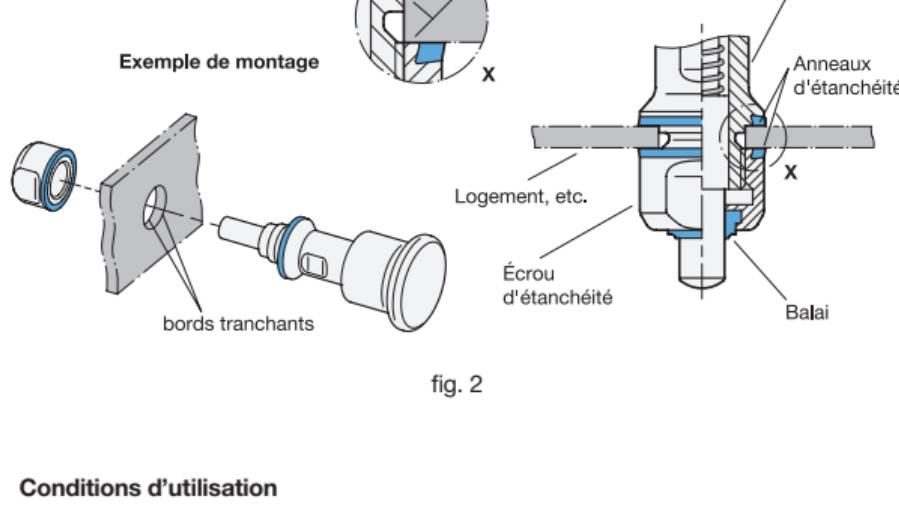

fig. 2
- L'alésage de positionnement doit donc être réalisé de façon à ce que les talons métalliques à l'intérieur des bagues d'étanchéité reposent le plus complètement possible sur le support et permettent un tensionnage sur un bloc (butée métallique) (tolérance de $+0,05/-0,2$). Les bagues d'étanchéité doivent reposer totalement sur le support (fig. 2).